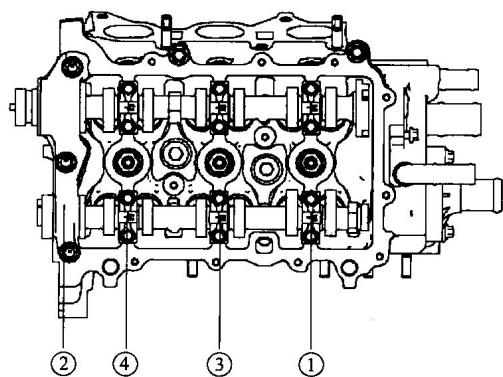

图 1-5 凸轮轴轴承盖螺栓拆卸顺序
- 2) 拆下排气凸轮轴轴承盖。如图 1-5 顺序，分数次把排气凸轮轴上的凸轮轴轴承盖螺栓放松并将轴承盖拆下。